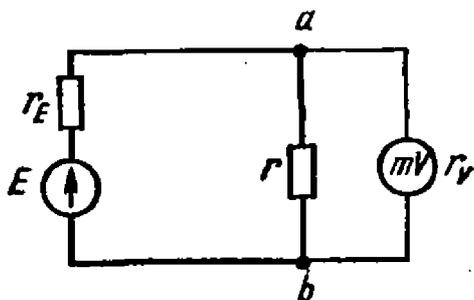

Рис. 12.13
12.13. Для измерения напряжения на сопротивлении r в цепи схемы рис. 12.13 использован милливольтметр типа М4212 класса точности $K_V = 4,0$ с пределом измерения $U_k = 500$ мВ и относительным внутренним сопротивлением $r_{V_0} = r_V/U_k = 700$ Ом/В.